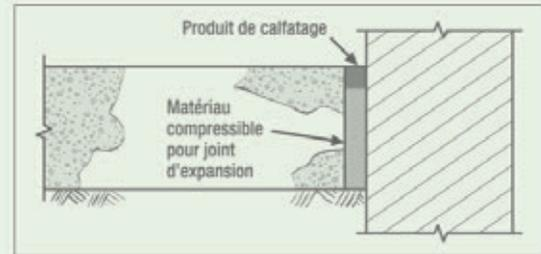

FIGURE 3 Joint de désolidarisation
- > les intersections en « T » doivent être évitées, car une fissuration aléatoire traverse fréquemment la dalle suivante (figure 3).